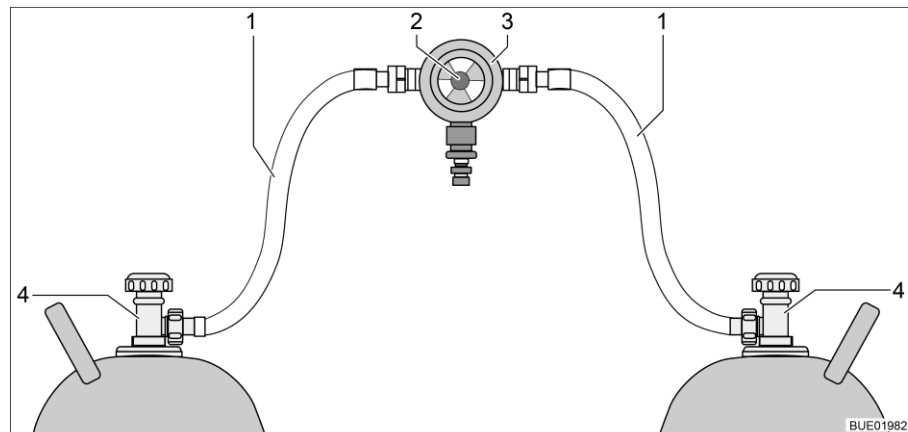
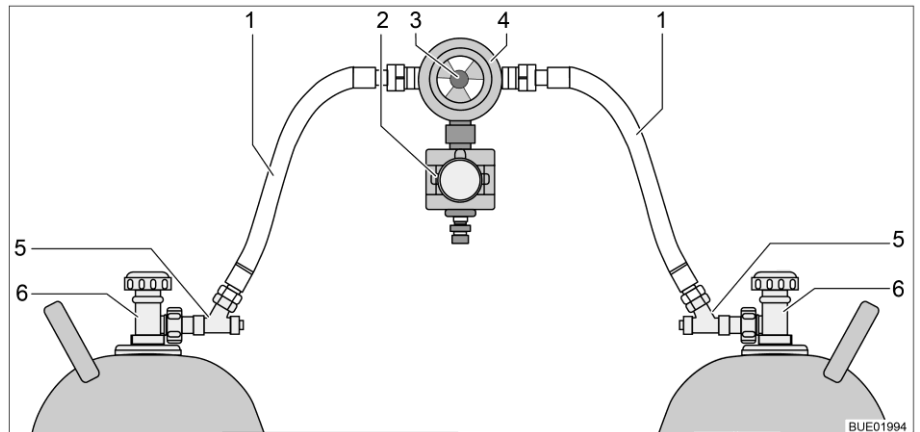

Bild 182 Gasflaschen-Umschaltanlage
Bild 183 Gasflaschen-Umschaltanlage mit CPU
Die Gasflaschen-Umschaltanlage besteht aus einem kombinierten Gasdruckregler mit Umschaltventil und Anzeige (Bild 182,3). Die Gasflaschen-Umschaltanlage ist zwischen den beiden Gasschläuchen (Bild 182,1) montiert.
Die Gasflaschen-Umschaltanlage besteht aus einem kombinierten Gasdruckregler mit Umschaltventil und Anzeige (Bild 183,4) und einem Elektroventil (Bild 183,2). Das Elektroventil sperrt bei Vollbremsung, Unfall oder ungewöhnlich großer Schräglage die Gaszufuhr zum Fahrzeug. Die Gasflaschen-Umschaltanlage ist zwischen den beiden Gasschläuchen (Bild 183,1) mit Schlauchbruchsicherungen (Bild 183,5) montiert.
Mit dem Drehknopf (Bild 182,2 bzw. Bild 183,3) an der Gasflaschen-Umschaltanlage lässt sich bestimmen, welche der Gasflaschen als Betriebsflasche und welche Gasflasche als Reserveflasche verwendet wird.
An der Bedieneinheit (Bild 184) können nur die elektrischen Funktionen geschaltet werden. Die Haupt-Absperrventile der Gasflaschen (Bild 182,4 bzw. Bild 183,6) müssen von Hand geöffnet oder geschlossen werden.
- Haupt-Absperrventile an den Gasflaschen (Bild 182,4 bzw. Bild 183,6) öffnen.
- Schlauchbruchsicherungen (Bild 183,5) nacheinander 10 Sekunden lang drücken.
- Mit dem Drehknopf (Bild 182,2 bzw. Bild 183,3) an der Umschaltanlage die Gasflasche wählen, der vorrangig das Gas entnommen werden soll (Betriebsflasche).
- Haupt-Absperrventile an den Gasflaschen (Bild 182,4 bzw. Bild 183,6) schließen.